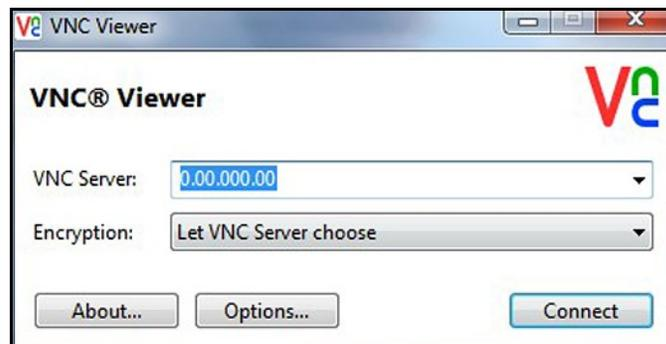

Abbildung 74: Bildschirm „VNC Viewer“
5. Gehen Sie von dem **PC** aus zur **RealVNC**-Website und laden Sie sich den *VNC Viewer* herunter. Starten Sie dann den *VNC Viewer* und geben Sie die zuvor notierte *IP-Adresse* des moisture.IQ ein, wenn Sie dazu aufgefordert werden (siehe *Abbildung 74* unten). Klicken Sie auf die Schaltfläche **Verbinden**.